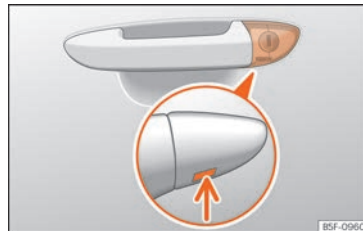

**Fig. 6** Maniglia della porta del conducente: serratura di chiusura non visibile.
- Introdurre l'ingegno nell'apertura inferiore del coperchio posto sulla maniglia della porta del conducente »»» **fig. 6** (freccia) e sollevare il coperchio dal basso verso l'alto.